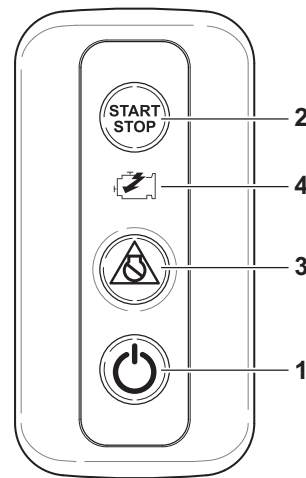

Figura 8
9. Pulse el interruptor START/STOP (arranque/parada del motor) (**Figura 8, (2)**) y accione el motor de arranque.